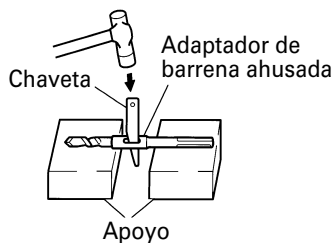

Fig. 10
4. Para sacar la broca con la barrena ahusada introduzca una claveta en la ranura del adaptador de barrena ahusada, ponga apoyos debajo del martillo perforador y golpee la claveta con un martillo de mano. (Fig. 10)